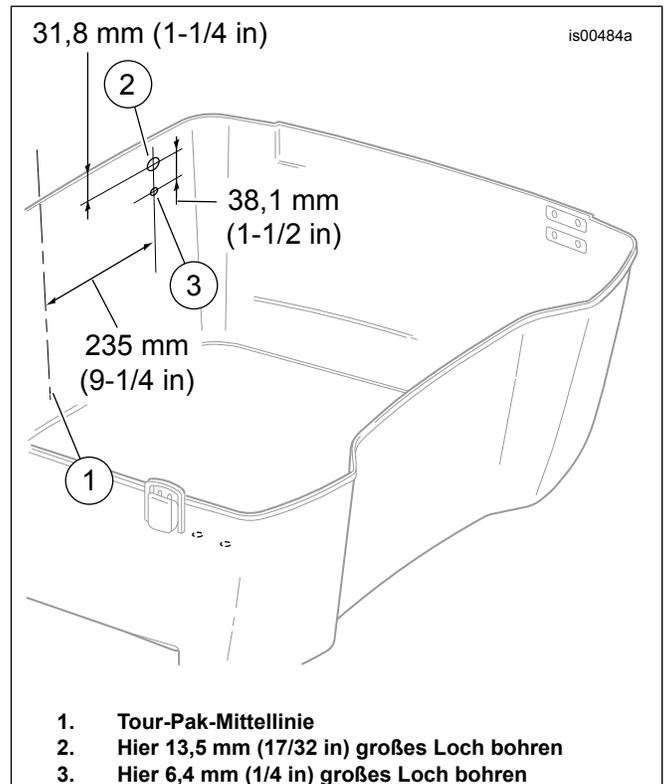

Abbildung 1. Am Tour-Pak vorzunehmende Bohrungen für die AM/FM-Antenne
4. Siehe Abbildung 1. Die Mitte (1) der Rückwandaußenseite des Tour-Pak ausmessen und markieren.
10. Auf der linken senkrechten Linie vom oberen Rand des Tour-Pak aus 31,8 mm (1-1/4 in) messen und dort einen kurzen waagrechten Strich (2) quer über die senkrechte Linie zeichnen.
11. Vom **ersten** Querstrich aus 38,1 mm (1-1/2 in) nach unten messen und dort einen weiteren kurzen Querstrich (3) auf der senkrechten Linie anzeichnen.